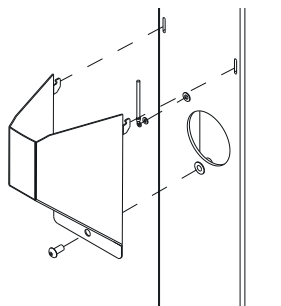

Abbildung 4: Befestigen der Kabelabdeckung
7. Führen Sie das Erdungskabel durch eine der Scheiben in die Ladestation und verbinden Sie das Erdungskabel mit dem Klemmenblock (Pos. 15, Seite 3) und montieren Sie dann den Erdungsdraht unter der entsprechenden Schraube am Stehlen. (siehe Abbildung 4)
8. Befestigen Sie die Abdeckplatte mit dem Diebstahl schutzbolzen M8 x 20 mm (siehe Abbildung 4) a Pfosten.